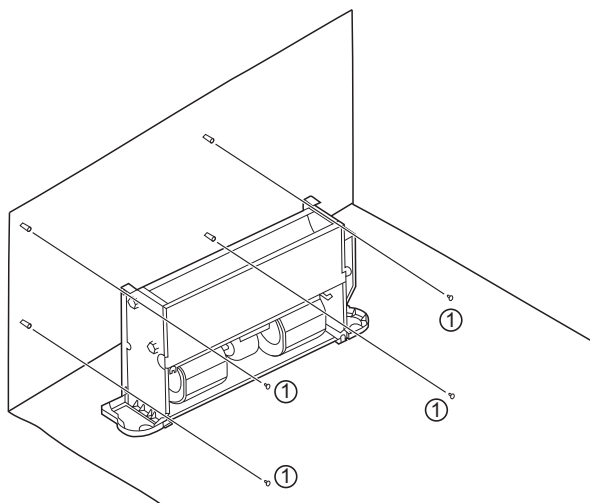

Рис. 5-2 Схема крепления корпуса блока
Отметить на стене посадочные места в соответствии с монтажными отверстиями на установке или размерами, приведенными на рис.5-2. Дренажная труба для конденсата должна быть достаточно ровной, чтобы обеспечить беспрепятственный слив воды.
Закрутить четыре винта (1) в подходящую каменную конструкцию (см. рис.5-2).